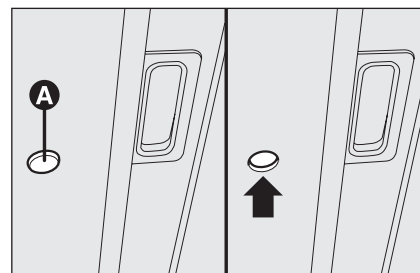

рис. 80
- ☐ установите ключ в **А-рис. 80** и поверните его: